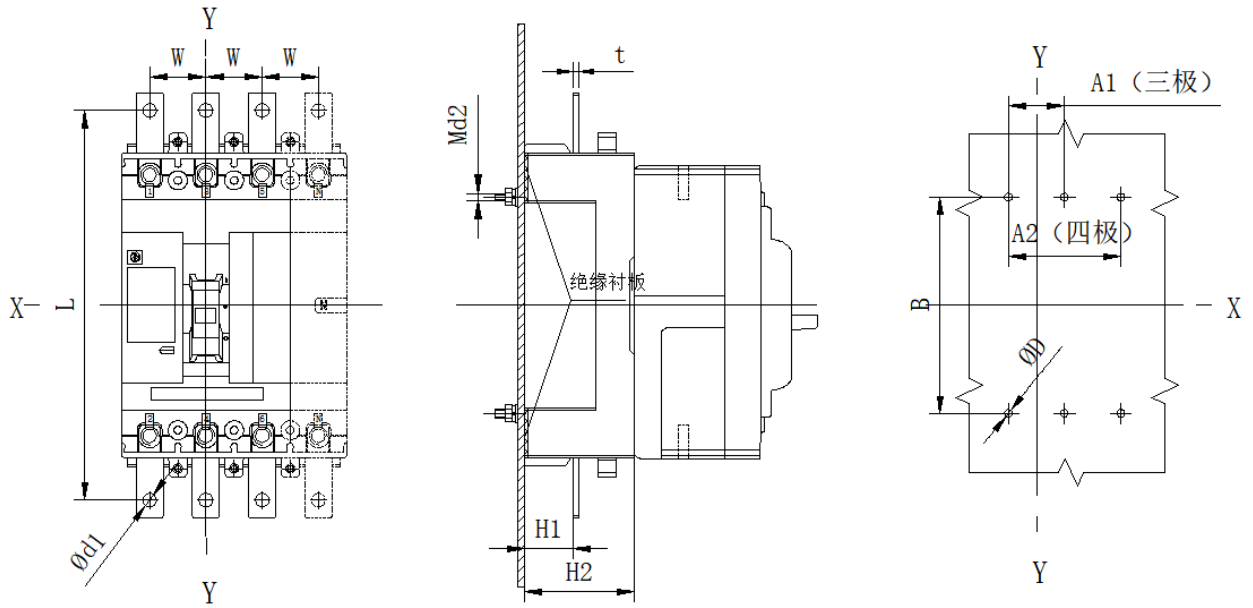

图 5
5.4 插入式板前接线外形及安装、开孔尺寸见图 5、表 11